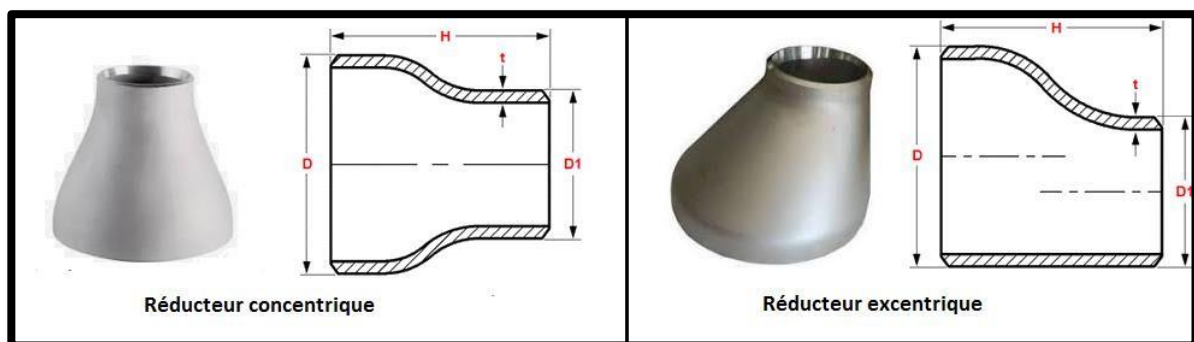

Figure 14 : Types des réducteurs
- Assurer un écoulement plus régulier dans certaines configurations (Figure 14)